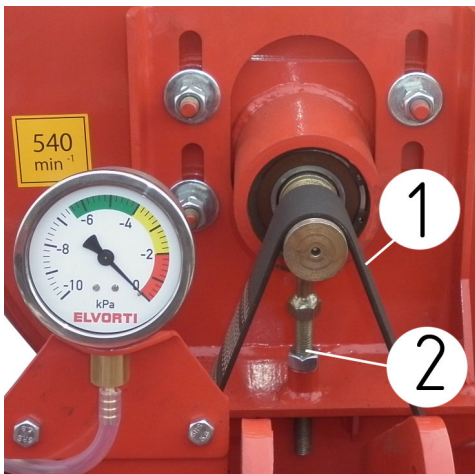

Рисунок 4
- перевірити тиск, що створюється вентилятором, у ресивері. Якщо тиск не достатній, відрегулювати натягнення паса 1 (рисунок 4) вентилятора – регулювальним гвинтом 2.